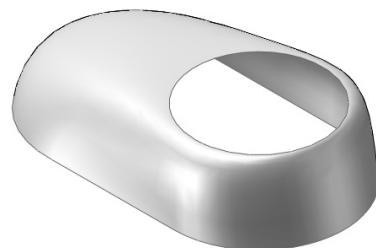

图 6-158 曲面模型
(4) 曲面模型如图 6-158 所示, 先建立 3D 草图, 再生成放样曲面模型。